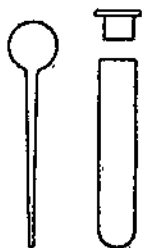

Рис. 70.
3. Пока происходит охлаждение этой части трубки, взвешивают анализируемое вещество, для чего берут навеску в 0,15—0,2 г. Малолетучие вещества взвешиваются прямо в фарфоровой лодочке, а легколетучие жидкости — или в стеклянной пробирке, не плотно закрытой стеклянной пробкой, или в ампулке (рис. 70). Для наполнения последней ее шарик слегка нагревают над пламенем и погружают капилляр в жидкость; при охлаждении жидкость